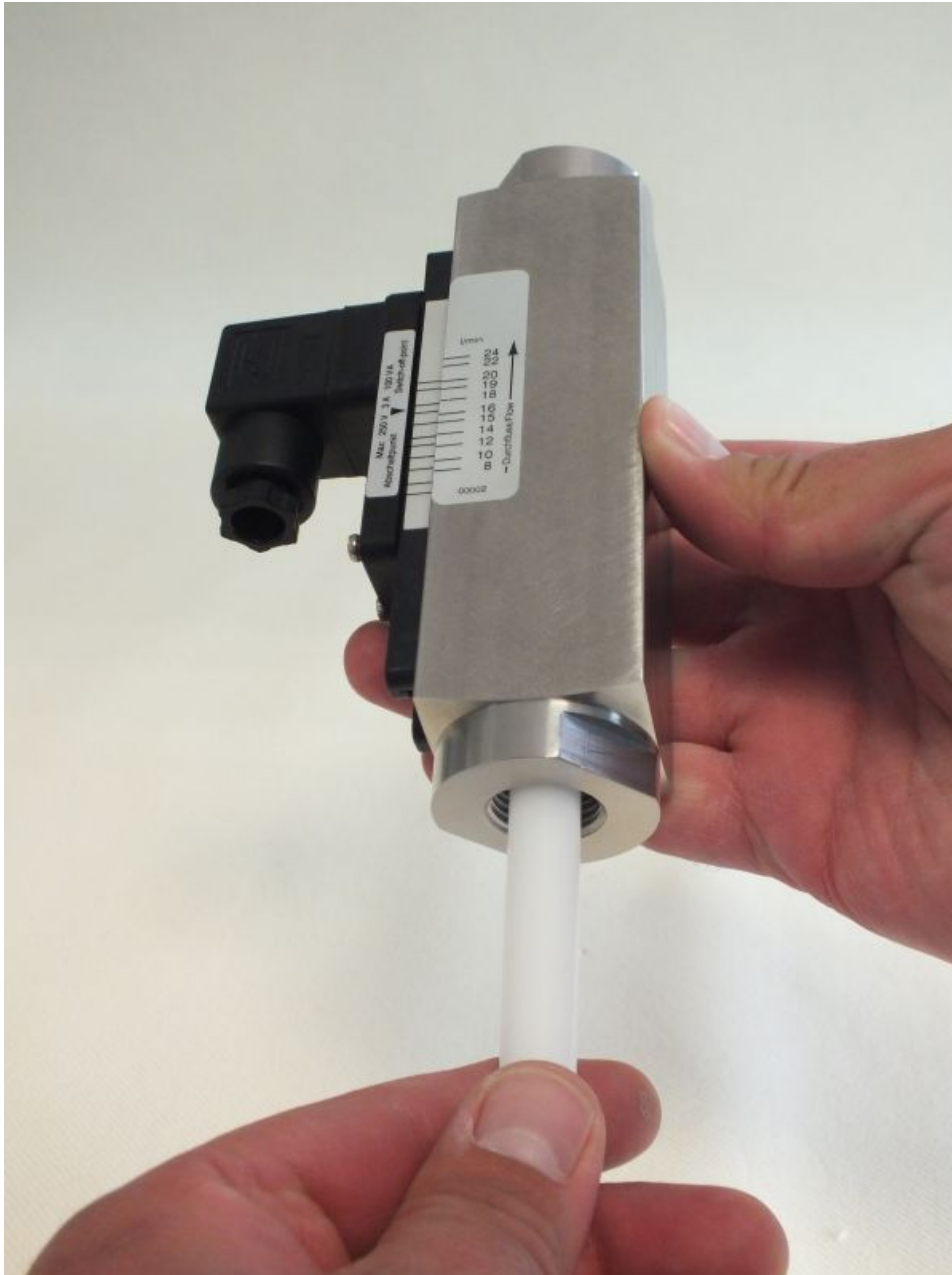

Abb. 65: Gängigkeit prüfen
14. Schwebekörper durch Druck mit dem Prüfstab (Abb. 65) auf leichte Gängigkeit prüfen